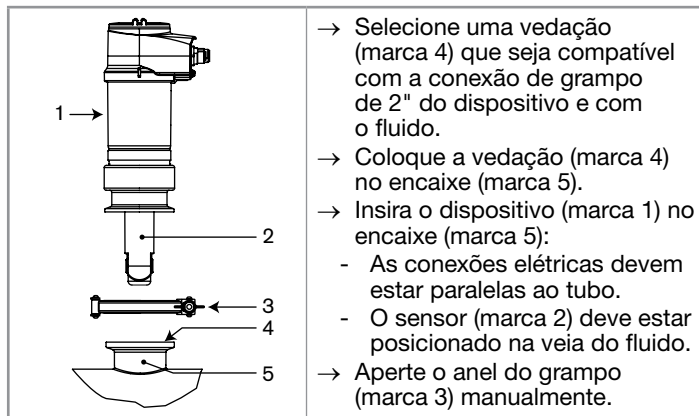

Fig. 8: Instalação de uma variante de dispositivo com conexão de processo de grampo de 2" no tubo
- Instale o sensor no encaixe, consultando as instruções fornecidas com o encaixe usado (a Fig. 8 mostra um exemplo).